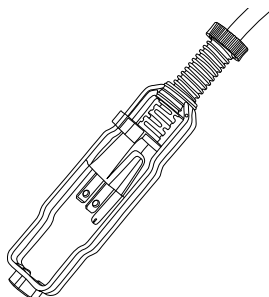

Fig. 2
Conecte hasta (2) cables de extensión SJT 16/3 de 30' (provistos) a la cola de la aspiradora. Asegúrese de que todas las conexiones de los cables se realicen con los sistemas de bloqueo de cables (Fig. 2) que vienen con la aspiradora.